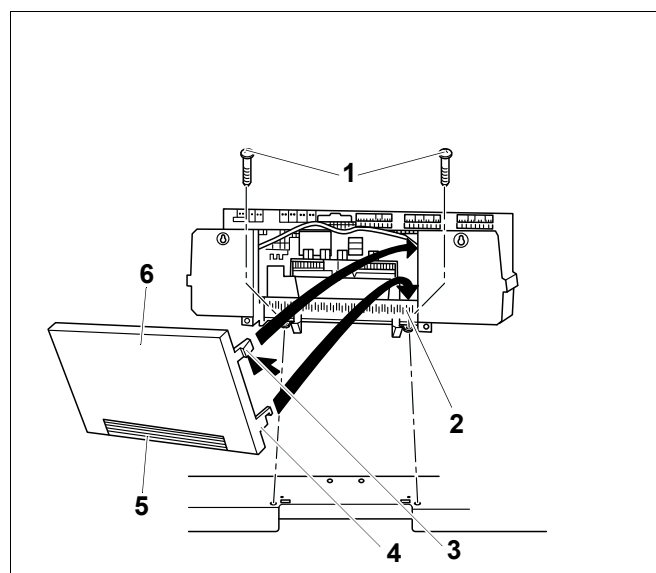

Рис. 19 Крепление системы управления Logamatic 4000
- Только для системы управления Logamatic 4000: снять заднюю стенку (рис. 19, стр. 37, **поз. 6**).
При необходимости можно выломать или вырезать заглушку (рис. 19, поз. 5) на задней стенке (рис. 19, поз. 6).
- Вставить оба нижних крюка (рис. 19, поз. 4) справа и слева на задней стенке (рис. 19, поз. 6) шлицом в верхнюю кромку гнезда рамки (рис. 19, поз. 2).
- Слегка нажать верхние эластичные крюки (рис. 19, поз. 3) внутрь (по стрелке) и вставить заднюю стенку (рис. 19, поз. 6) так, чтобы оба крюка защелкнулись.